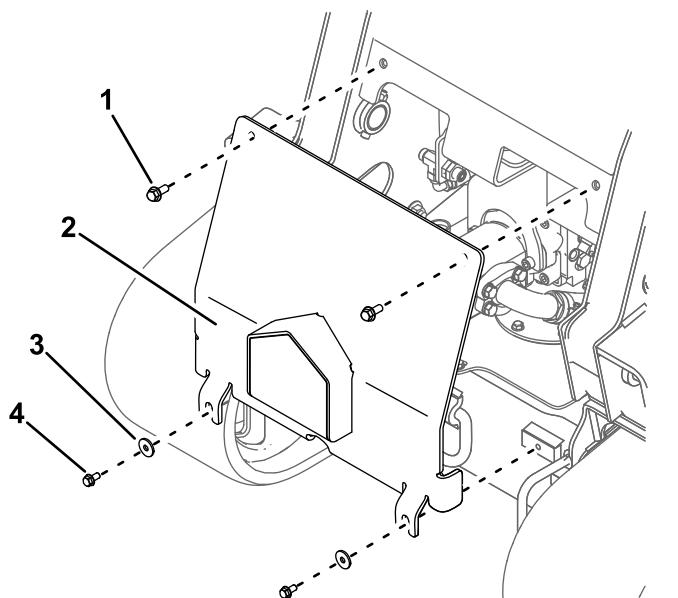

Figura 2
- Rimuovete la copertura anteriore (Figura 2).